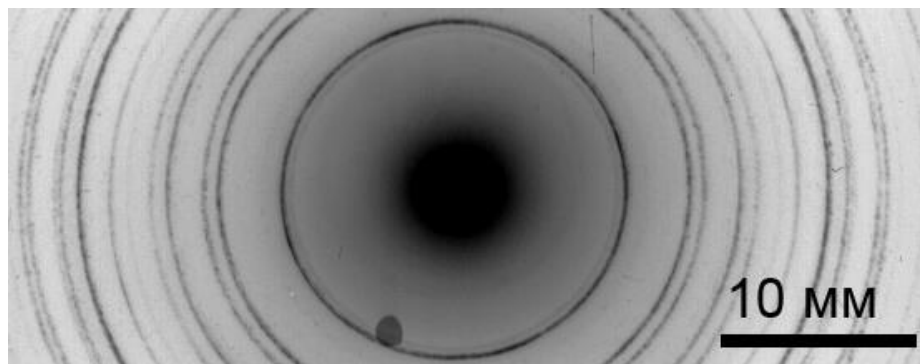

Рис. 4 Электронограмма пленки, состоящей из Li, Nb, O
4. Проведите фазовый анализ электронограммы (рис. 4) тонкой пленки, в составе которой присутствуют следующие элементы: Li, Nb, O. (Масштабная шкала отражает размеры электронограммы на фотопленке, постоянная электронографа равна 64).